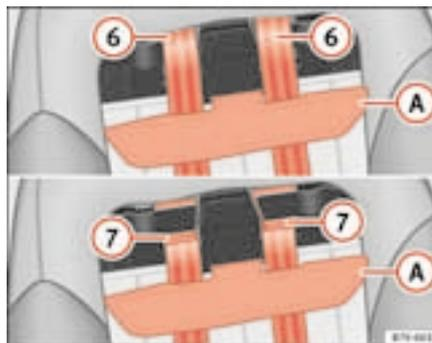

Abb. 36 Ausschnitt aus dem integrierten Kindersitz: Gurtbandverlauf ändern
- Ziehen Sie die Auflage im oberen Bereich \Rightarrow Abb. 36 **A** vom Klettverschluss nach vorne ab.
Die Auflage ⇒ Seite 56, Abb. 36 (A) muss im Bereich des Klettverschlusses so an den Sitz gedrückt werden, dass sich die Gurte in den Schlitzen frei bewegen können. ■